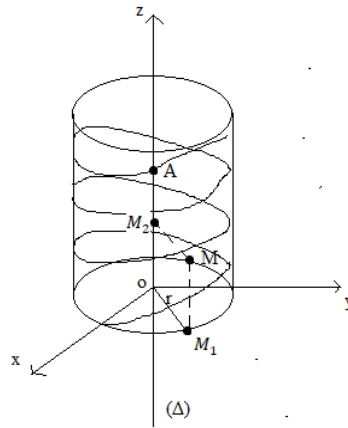

Figure IV.8
Exemple d'un cylindre (S) de base circulaire de rayon r, ou l'axe (Oz) est confondue avec( $\Delta$ ). Un point M  $\in$  au cylindre qui a une trajectoire hélice sur ce dernier, Figure IV.8.